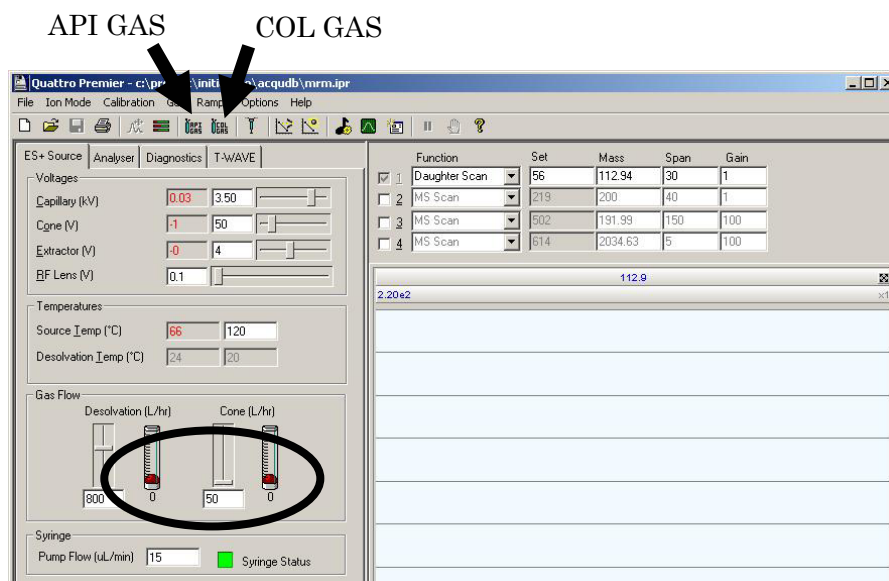

図 44 API ガスとコリジョンガスの供給
- (2) MS tune 画面が表示されるので、画面上部にある API GAS ボタンをクリックして N₂ ガスを供給する (図 44)。続いてその隣にある COL GAS ボタンをクリックし、Collision ガスを供給する (ボタンを押すと、アイコンが白くなり、Gas Flow の赤い玉が浮き上がります)。